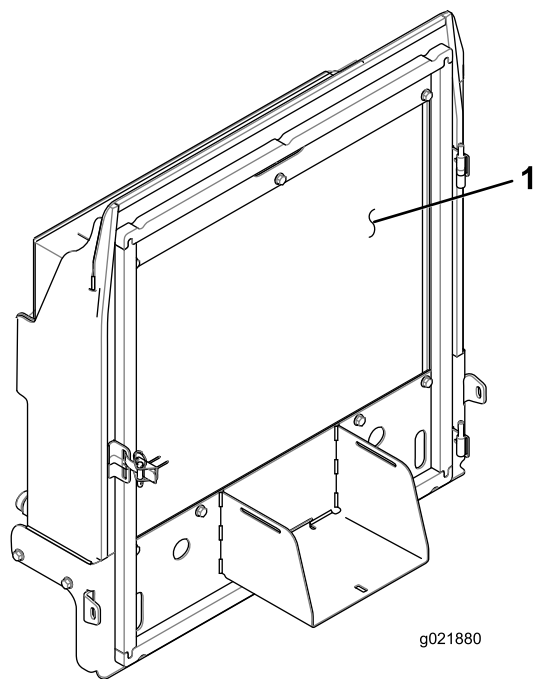

Bild 85
- Reinigen Sie beide Seiten des Ölkühlers und des Kühlers gründlich mit Druckluft (**Bild 85**).